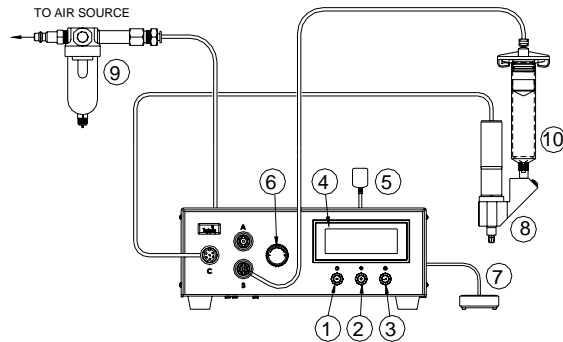

Figura 6.0
5.3.1 Allacciamento dell'unità (per i dettagli vedere la figura 6.0)
5.4.1 Allacciamento dell'unità (per i dettagli vedere la figura 6.0)